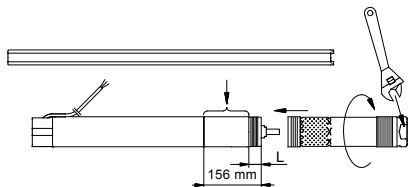

Fig. 6
1. Placér motoren horisontalt i en skruestik og spænd denne. Se fig. 6.
Der må bruges en skrueøgle på pumpedelens spændeflader. Se fig. 6.